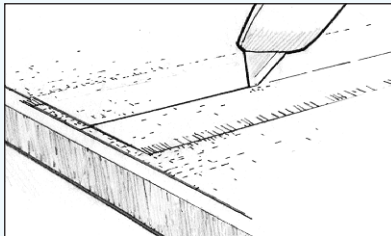

Figura 26 Recorte la tela solapada después de que se gelifique el epoxi.
b) Corte a través de ambas capas de tela con un cutter bien afilado (Figura 26), teniendo mucho cuidado de no cortar demasiado profundamente.